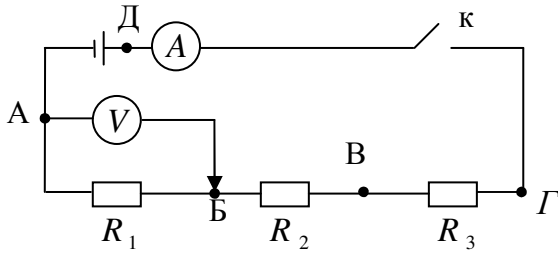

Рис. 3
Это равенство выражает закон Ома для неоднородного участка цепи, имеющего источник тока. Для участка БВ цепи (рис.3) закон Ома имеет вид:
1. Соберите цепь по схеме рис.3.